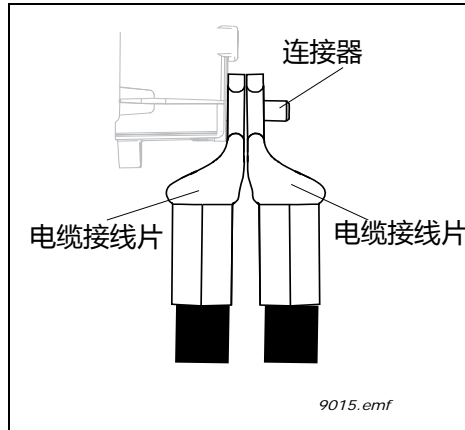

图 43. 在每个上方放置两个电缆终端夹
- **注意：**如果将多芯电缆连接到一个连接器上，注意一下每个电缆顶端的电缆接线片的位置，见下图 43。